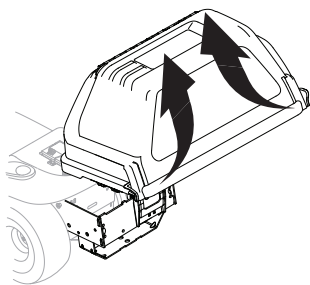

Figura 13
8. Abra la cubierta de la embolsadora oprimiendo las lengüetas y levantando la cubierta de la embolsadora superior. Consulte la Figura 13.